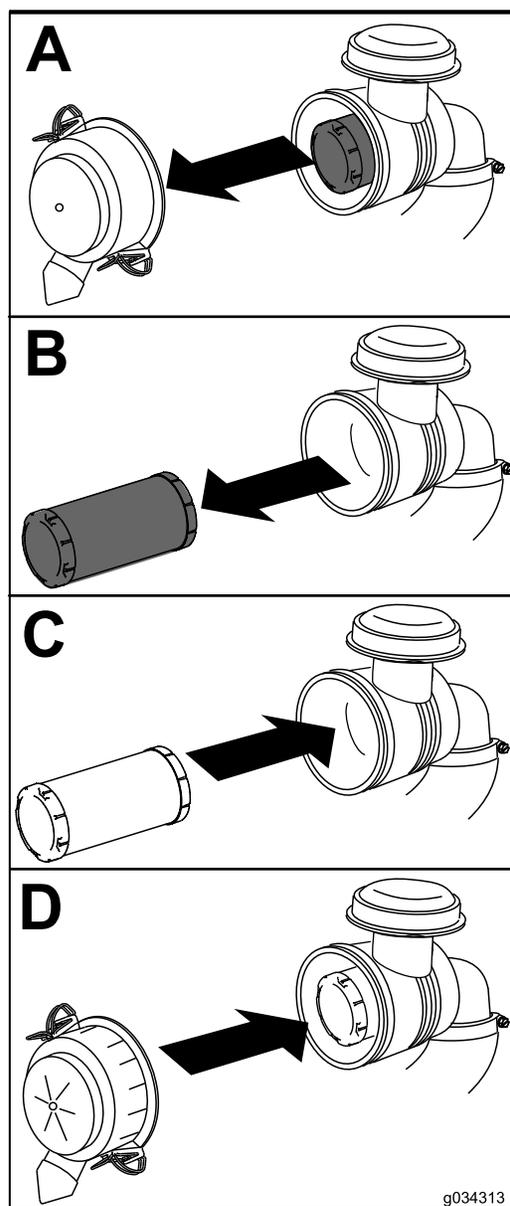

図 36
1. エアクリーナのボディからエアクリーナ要素をゆっくり引き出す 図 36。
4. エアクリーナカバーを取り付ける合印を上向きにして取り付け、ラッチで固定する 図 36。